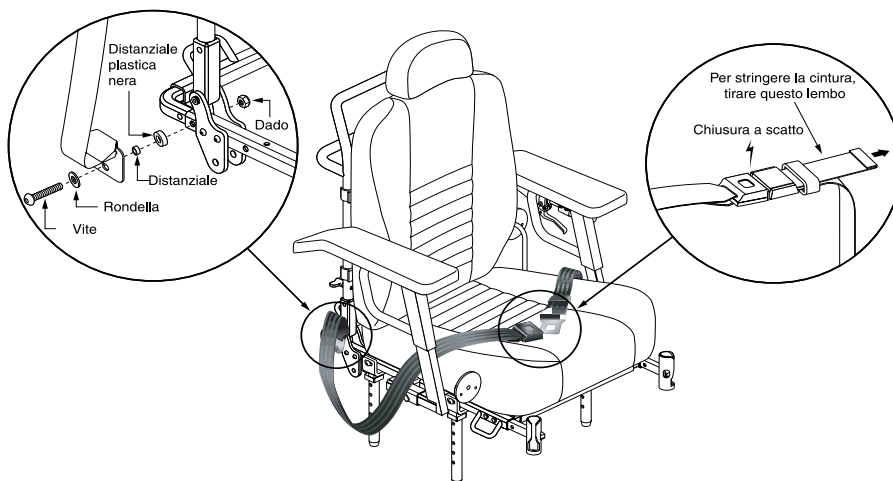

Figura 29. Installazione e regolazione della cintura di posizionamento
1. Inserire la vite attraverso la guarnizione e la barra di montaggio sull'estremità della cintura di posizionamento. Vedere figura 29.